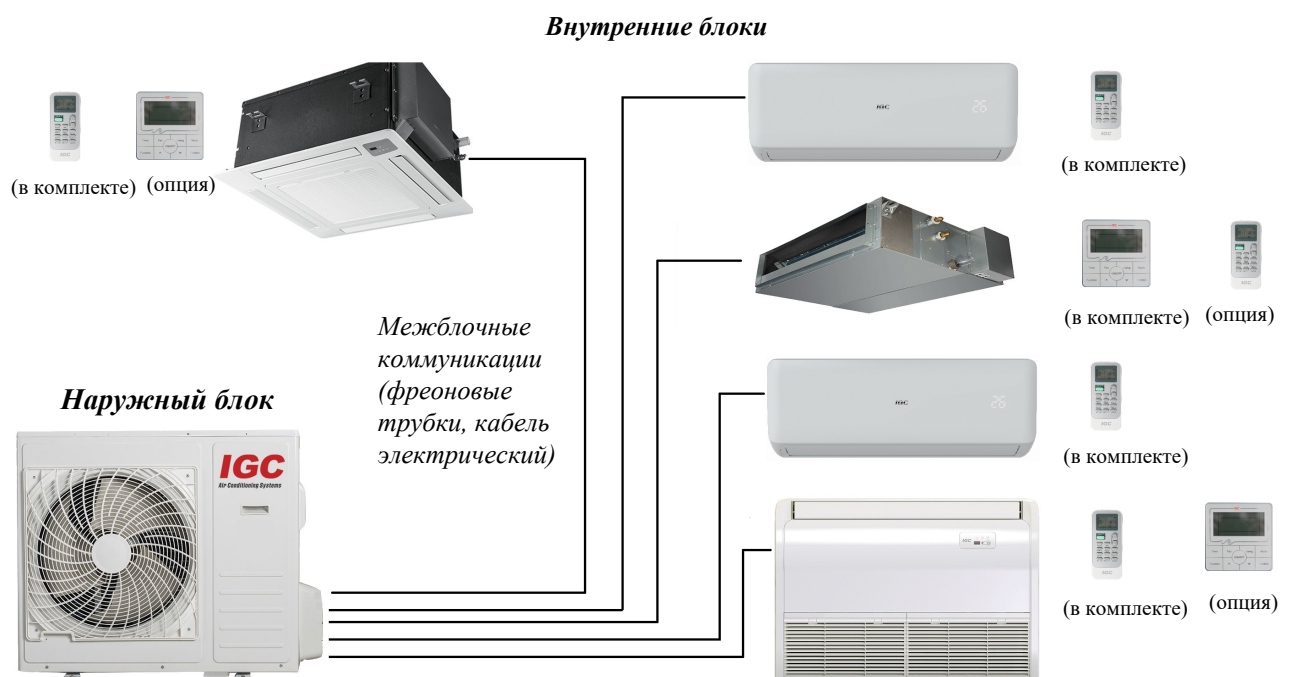

Рис.1- Состав мульти сплит-системы IGC
- В состав мульти сплит-системы входит один наружных блок и до пяти внутренних блоков различного типа: настенного, кассетного, напольно-потолочного и канального (см.рис.1).